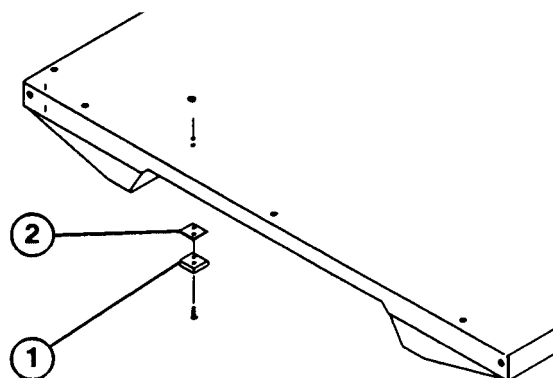

Fig. 6
5. Togliere le viti a ferro ed i controdadi che fissano i (2) blocchi distanziali e gli spessori sotto lato anteriore del pianale (Fig. 6).